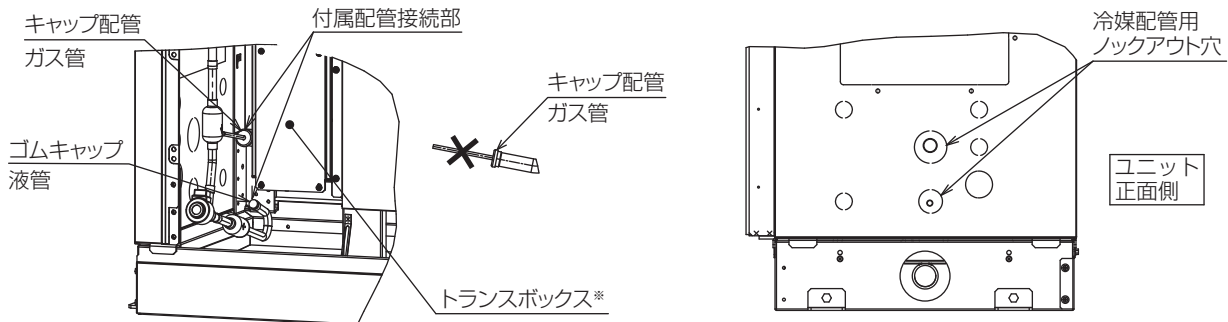

図1
3. 矢視Aに示すガス管キャップ配管のチャージ管（×印部）を切断し、配管内に封入されている窒素ガスを抜く。（図1）
4. ガス管接続部および液管接続部のキャップ配管、もしくはゴムキャップを取外す。（図1）